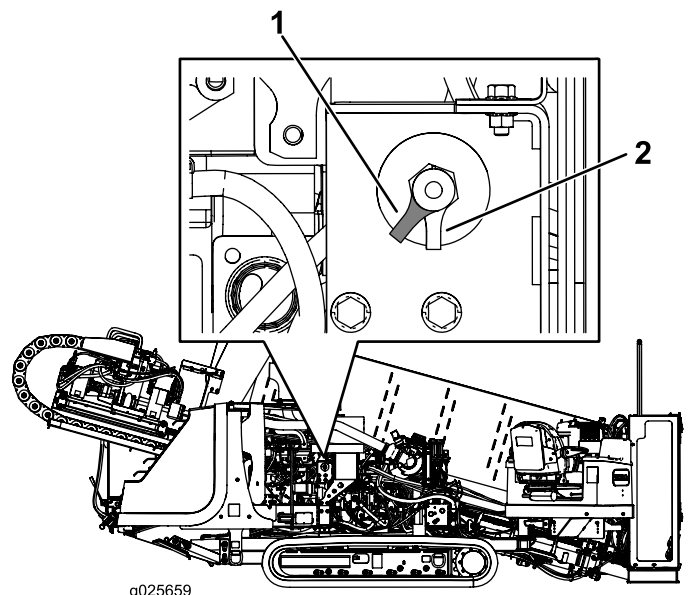

Рисунок 49
- Чтобы подать электропитание на машину, поверните переключатель отсоединения аккумулятора по часовой стрелке в положение «Вкл.» (Рисунок 49).
- Чтобы отсоедините электропитание от машины, поверните переключатель отсоединения аккумулятора против часовой стрелки в положение «Выкл.» (Рисунок 49).